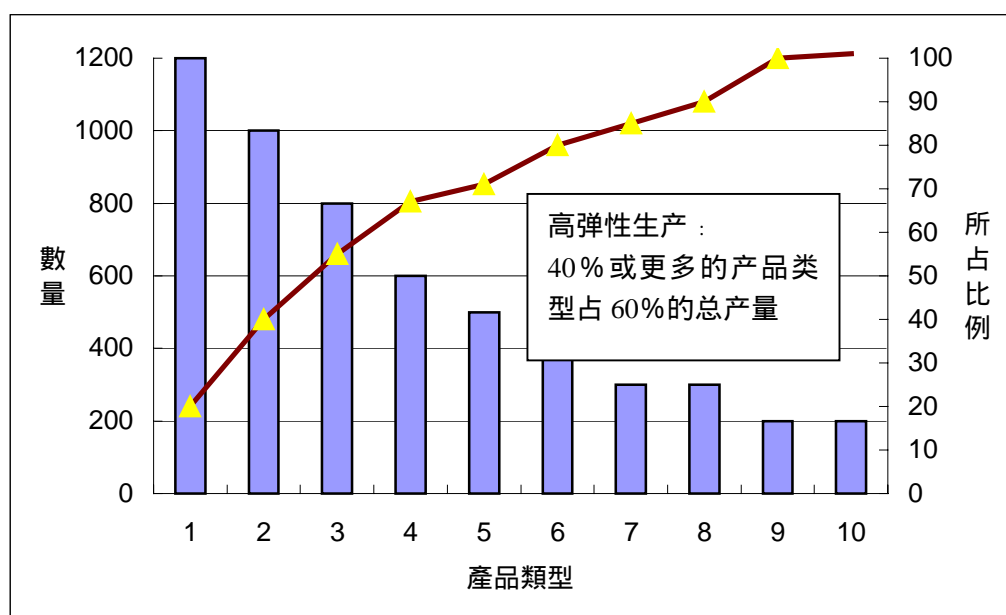

图 3—2 : PQ 分析 40:60 比率 (高弹性)
PQ 分析图是在被称作 PQ 比例的若干状况的和某种状况的对比图上划上一些线条而成的。少数的多量几种呈现出 20:80PQ---20PERCENT 的几种 (横轴) 占 80PERCENT 的量 (踪轴) (图 3 - 1) 另一方面, 40:60PQ 表示相对小量的几种类型的多变性 (图 3 - 2)。改善小组所要寻找的就是数据 2 (Q) 最接近真实比率的那个比例。